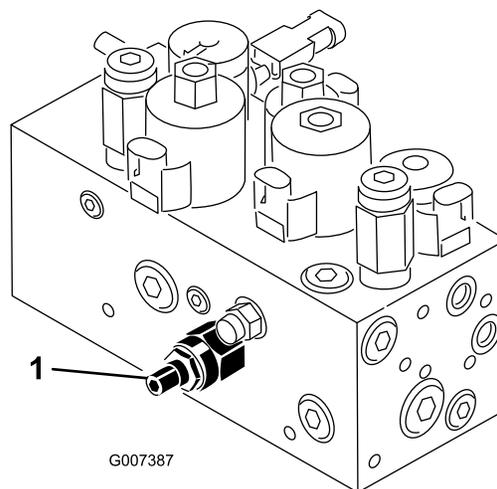

Figura 56
Il circuito di sollevamento/abbassamento degli apparati di taglio della macchina è dotato di una valvola di regolazione del flusso (Figura 56). Questa valvola viene preregolata in fabbrica con un'apertura di 3 giri circa, ma è talvolta necessario regolarla per compensare i dislivelli delle temperature dell'olio idraulico, delle velocità di tosatura, ecc. Se necessario, regolate come segue:
1. Alzate il sedile e individuate la valvola di regolazione del flusso per il telaio di trazione centrale (Figura 56), situata accanto al collettore idraulico.